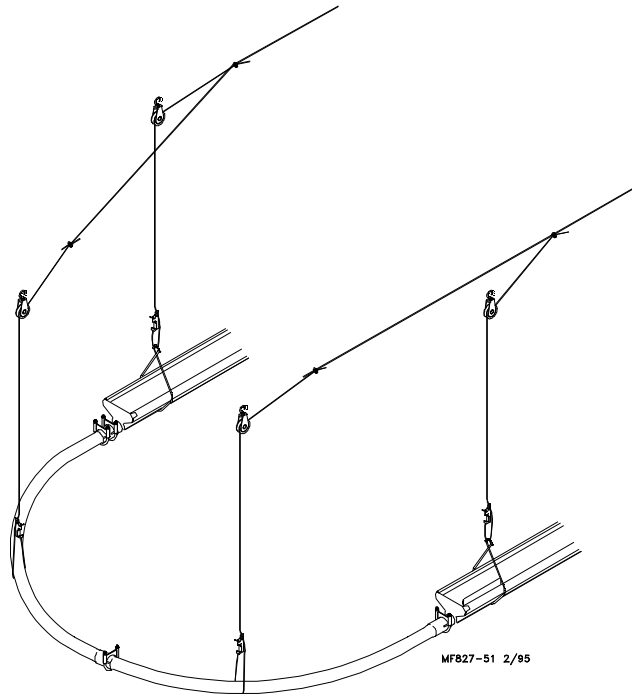

Figura 16. Soporte de los codos
5. La Figura 16 muestra los puntos de suspensión correctos para los codos (los componentes del comedero se muestran como referencia solamente).